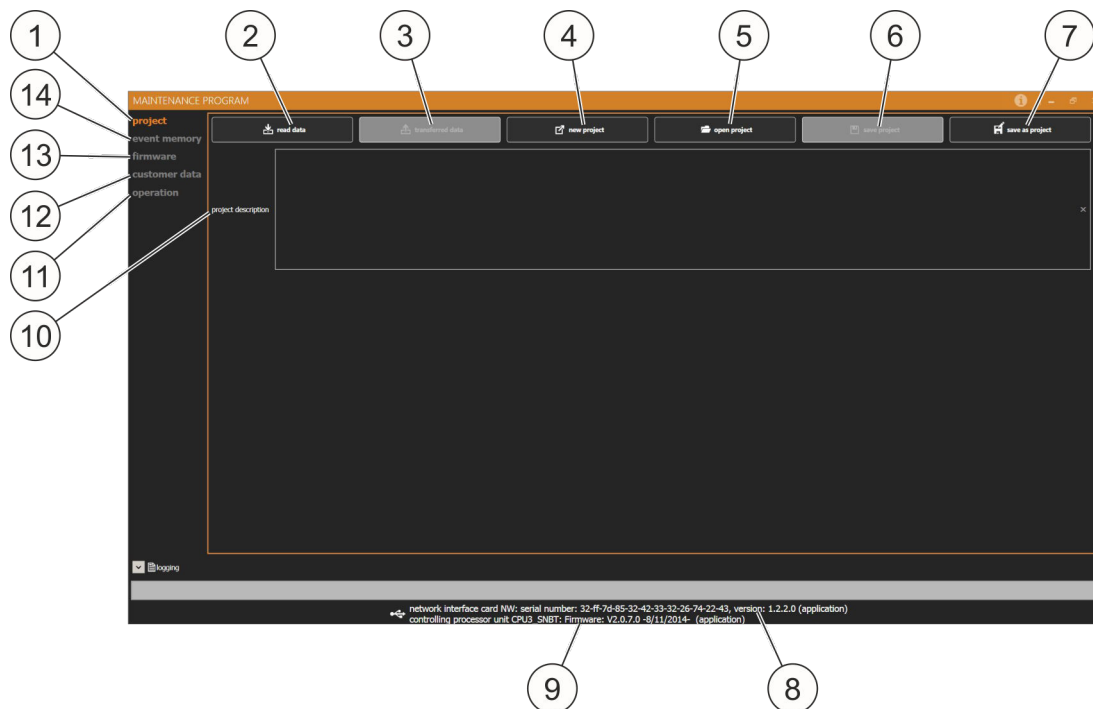

Fig. 40 : Page d'accueil programme d'entretien
- Projet (Fig. 40 /1) ↪ *Chapitre 9.3 »Projet« à la page 60*
- Enregistrer les données (Fig. 40 /2) (sur fond gris si aucun système n'est raccordé)
- Transmettre les données (Fig. 40 /3) (sur fond gris si aucune donnée n'a encore été enregistrée)
- Nouveau projet (Fig. 40 /4)
- Ouvrir projet (Fig. 40 /5)
- Enregistrer projet (Fig. 40 /6) (sur fond gris si aucun projet n'a encore été ouvert)
- Enregistrer projet sous (Fig. 40 /7)
- Mémoire d'événements (Fig. 40 /14) ↪ *Chapitre 9.4 »Mémoire d'événements« à la page 61*
- Microprogramme (Fig. 40 /13) ↪ *Chapitre 9.5 »Microprogramme« à la page 61*
- Données des clients (Fig. 40 /12) ↪ *Chapitre 9.6 »Données des clients« à la page 61*
- Commande (Fig. 40 /11) ↪ *Chapitre 9.7 »Commande« à la page 63*
- Numéro de série carte réseau, numéro de version carte réseau (Fig. 40 /8)
- Version du microprogramme (Fig. 40 /9)
- Pour la description du projet (Fig. 40 /10), il est possible de décrire le projet. Cette description est enregistrée avec le projet dans « Enregistrer projet sous » ou « Enregistrer projet » avec les données sur le **PC**. La description du projet n'est pas transférée au système (DET-AC III Slave) et n'est pas enregistrée dans le système. Après l'export des données d'un système, la description du projet n'est plus disponible.